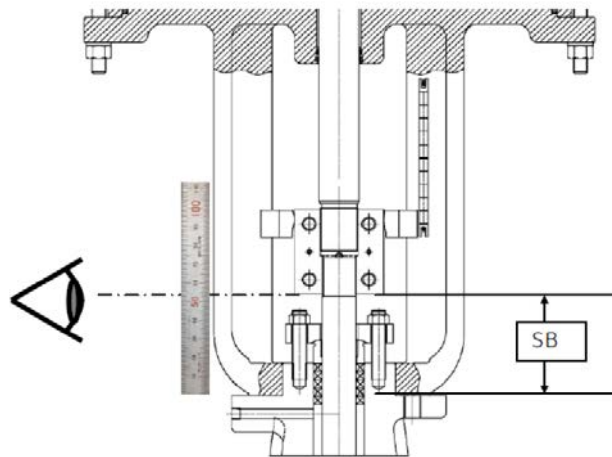

Bild 1 – Se den delade klämman
5. Placera den delade klämman med den delade klämman till motorhuvens (SB) öppning enligt tabell 3 på sidan 10. Om den delade klämman inte går i ingrepp med båda stammarna ska du utvidga ställdonets stam tills justering och ingrepp har uppnåtts (bild 1).